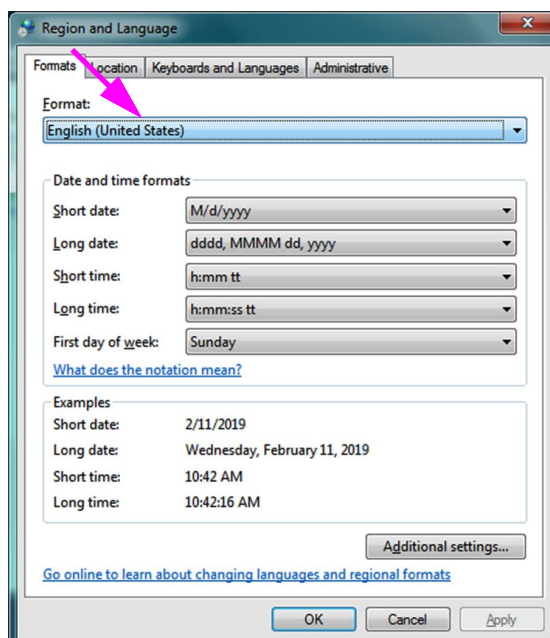

Abbildung C-15. Dropdown-Fenster „Region and Language“ (Region und Sprache) – Registerkarte „Formats“ (Formate)
5. Das Fenster „Region and Language“ (Region und Sprache) wird angezeigt (vgl. Abbildung C-15).